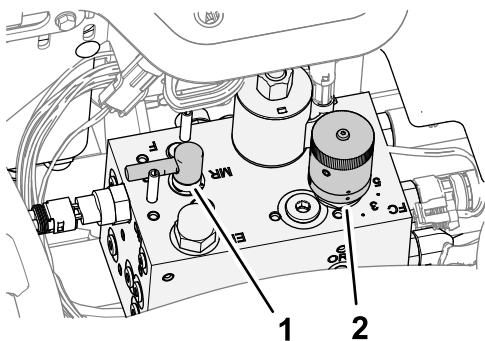

Figura 95
3. Deplasați maneta pentru ascurire în poziția F (de cosit) (Figura 95).